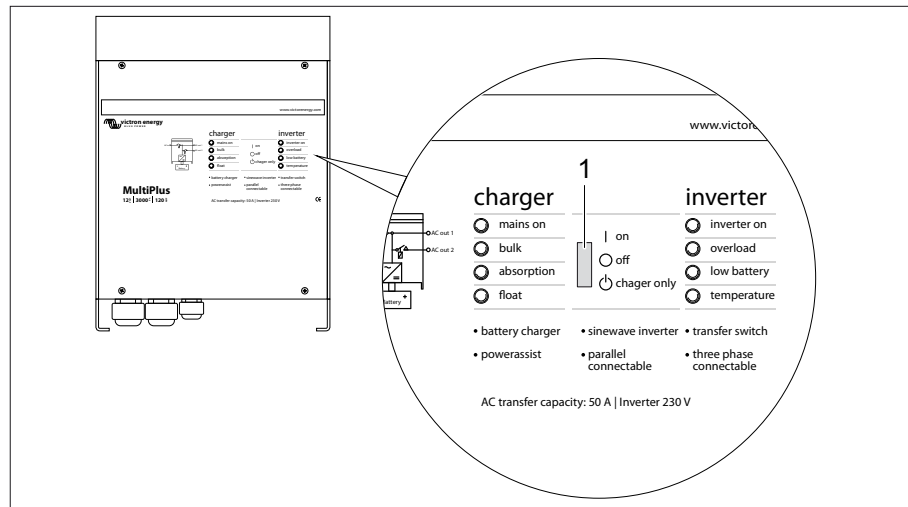

Fig. 242 Invertitore MultiPlus
Per il corretto funzionamento del pannello Digital Multi Control, l'interruttore a levetta dell'invertitore MultiPlus (Fig. 242,1) deve trovarsi in posizione "on".
*Posizioni dell'interruttore a levetta (Fig. 242,1)*
- ▷ Se il veicolo non viene utilizzato per un lungo periodo in assenza del collegamento a 230 V, l'interruttore a levetta (Fig. 242,1) deve trovarsi in posizione "off". In caso contrario le batterie possono scaricarsi dopo 3-4 giorni.